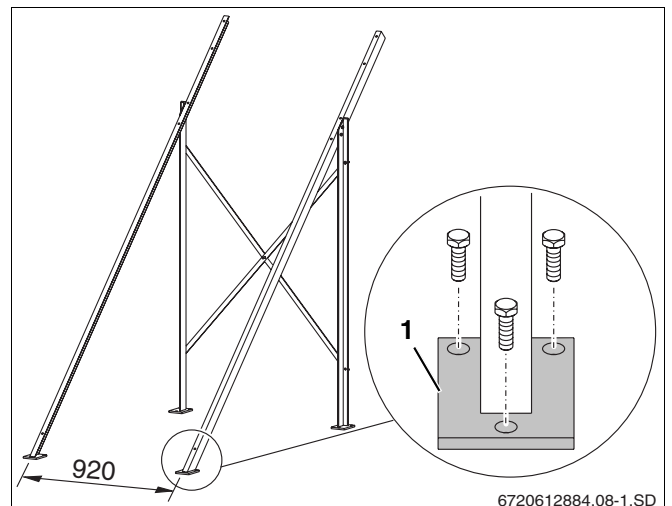

Fig. 8 Fijación de los pies (medidas en mm)
- ▶ Fije los pies (fig. 8, **pos. 1**) al suelo, utilizando al menos dos tornillos por pie (diámetro interior mínimo: 10 mm), a una distancia de 920 mm (centro/centro) entre ellos.